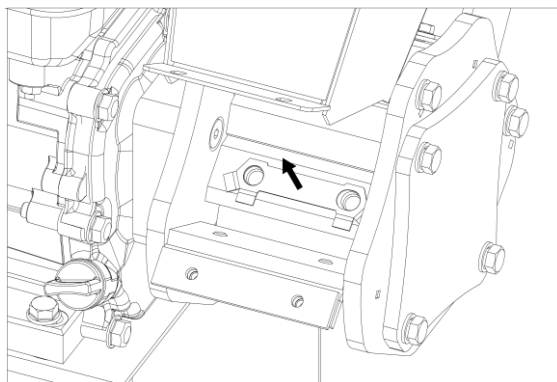

Рисунок 10
7. Извлеките стопорную пластину (Рис. 10).